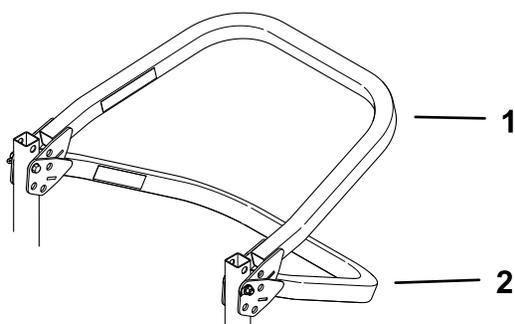

Figura 19
**Nota:** Esistono 2 posizioni di abbassamento, come illustrato nella Figura 19.